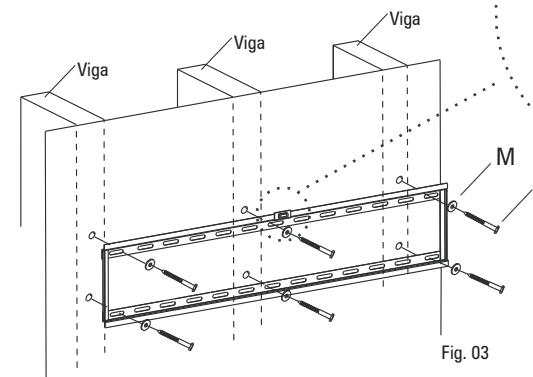

Fig. 03
5. Posicione o suporte sobre as furações e faça a fixação utilizando os parafusos M8x63 (L) e arruelas 5/16" (M) (Fig.03), fornecidos no kit de acessórios.